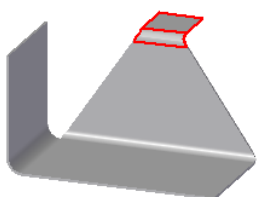
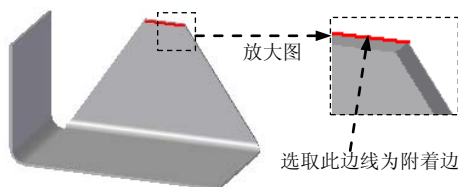
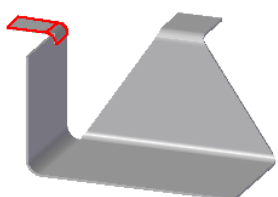
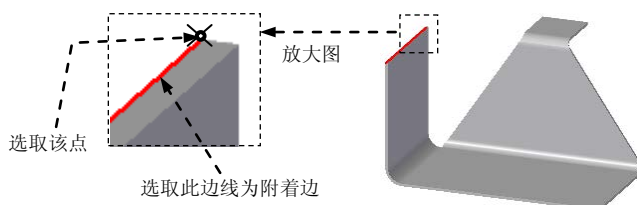

图 3.6.24 弯边特征 2
图 3.6.25 定义附着边
图 3.6.26 弯边特征 3
图 3.6.27 定义附着边
(5) 定义弯边属性及参数。单击“弯边选项”按钮, 取消选中 ☐ 使用默认值 U 复选框, 在其 **折弯半径 (R)** 文本框中输入值 3.0, 然后单击 **确定** 按钮。
(6) 单击 **完成** 按钮, 完成特征的创建。
Step4. 创建图 3.6.24 所示的弯边特征 2。
- (1) 选择命令。单击“主页”功能选项卡“钣金”工具栏中的“弯边”按钮.
- (2) 定义附着边。选取图 3.6.25 所示的模型边线为附着边。
(3) 定义弯边类型。在命令条中单击“完全宽度”按钮; 在“距离”文本框中输入值 20, 在“角度”文本框中输入值 90, 然后单击“内部尺寸标注”按钮和“材料内侧”按钮; 调整弯边侧方向向外, 如图 3.6.24 所示。
(4) 定义弯边属性及参数。单击“弯边选项”按钮, 取消选中 ☐ “使用默认值*”复选框, 在其“折弯半径(R)”文本框中输入值 3.0, 然后单击 **确定** 按钮。
(5) 单击 **完成** 按钮, 完成特征的创建。
Step5. 创建图 3.6.26 所示的弯边特征 3。
- (2) 定义附着边。选取图 3.6.27 所示的模型边线为附着边。
(3) 定义弯边类型。在命令条中单击“在末端”按钮, 并选取图 3.6.27 所示的端点; 在“距离”文本框中输入值 18, 在“角度”文本框中输入值 90, 然后单击“内部尺寸标注”按钮和“材料内侧”按钮; 调整弯边侧方向向外, 如图 3.6.26 所示。